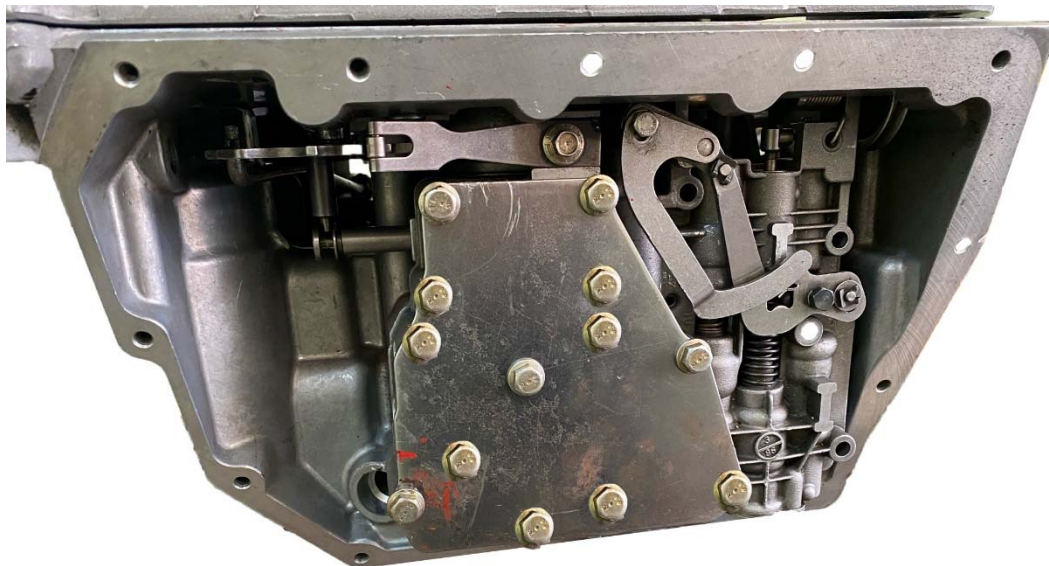

Рисунок 95 – установка гидравлического блока управления на картер.
- установить гидравлический блок управления на картер (рисунок 95);